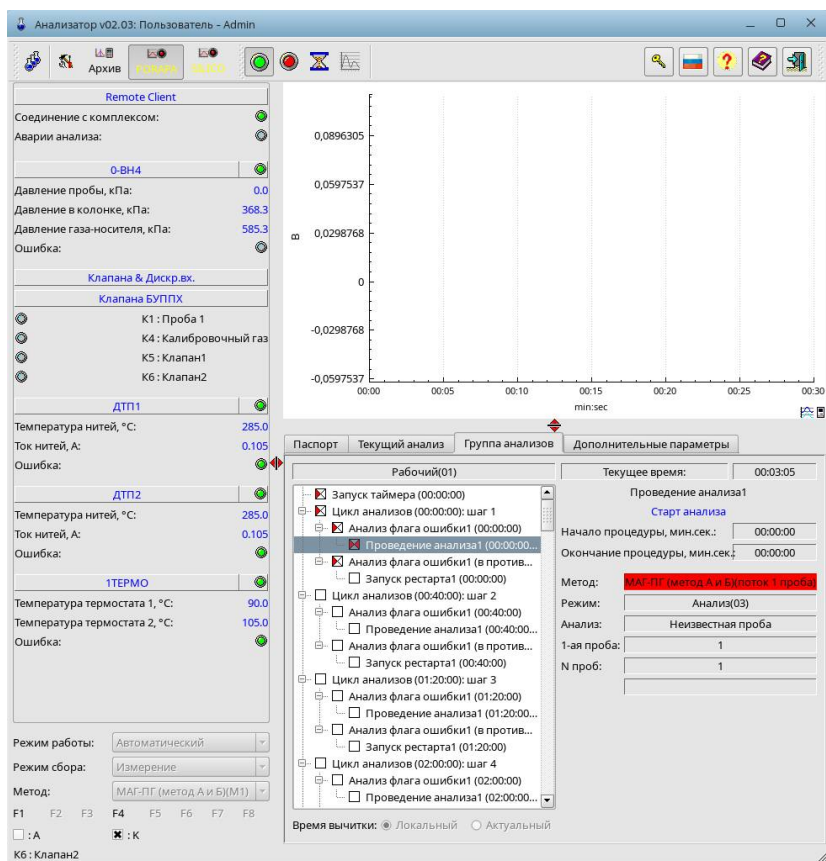

Рис.2.3-6
-  - нижний ряд позволяет отключить сбор по потоку, сняв галочку. В случае отключения сбора по потоку в расписании групповых режимов сбора запуски разовых режимов сбора по соответствующему потоку будут игнорироваться. При этом в списке событий группового режима сбора опция «Метод» будет отмечена красным фоном, пример представлен на Рис.2.3-6.